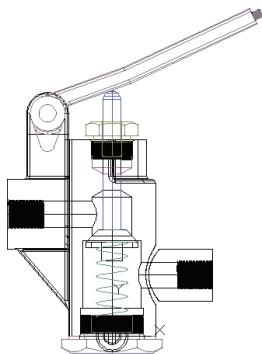

图 11-191 复制销轴后的图形
3) 复制销轴：选择菜单栏中的“编辑” $\rightarrow$ “带基点复制”命令，选取基点为(0,0,0)，将“销轴”图形复制到“手压阀装配图”的前视图中，指定的插入点为(0,0,0)，如图11-191所示。